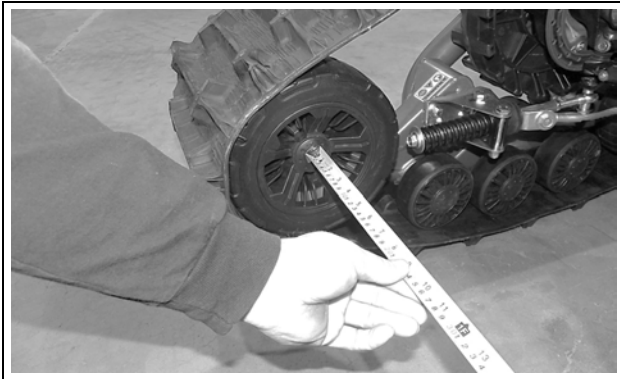

Figure 23
**Mesure A :** Mesurer la distance entre les pneus Ø241 mm avant intérieurs des systèmes de traction avant. Voir les figures 23, 24 et 25.